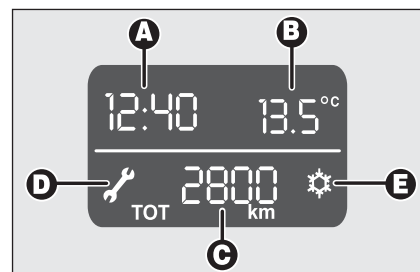

fig. 21
- ☐ Hora **A**-fig. 21;
- ☐ Vencimiento del mantenimiento programado (visualización del símbolo  **D-fig. 21**);
- ☐ señalización de posible presencia de hielo en la carretera (visualización del símbolo  **E-fig. 21**);